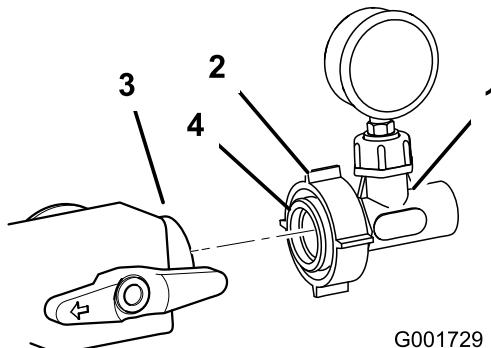

図 16
16. アダプタに入っているOリングを、非石油系の潤滑剤（たとえば植物油）を使って潤滑する（図 16）。
（図 16）。プラスチック製ナットを締め付けてアセンブリをバルブに固定する。